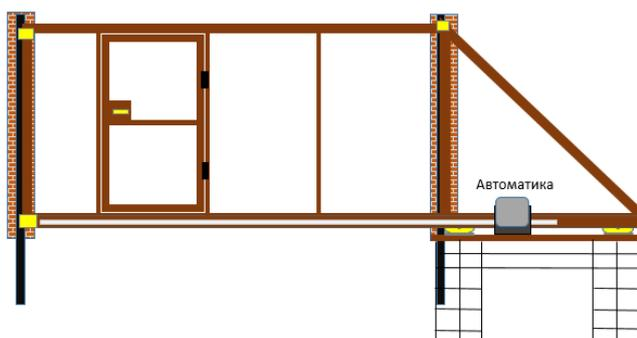

Рисунок 1. Пример реализации откатных ворот
- При создании конструкции ПАК допускается использование деталей, изготовленных только при помощи 3D-печати. Размер створки ворот (рис. 1) должен быть не менее 50 см в ширину и 30 см в высоту. Допускается использование утяжеляющих элементов в основании стойки ворот, вмонтированных в 3D-деталь. Все шестеренки и их направляющие также должны быть реализованы с помощью 3D-печати. Использование верхней перекладины между стойками ворот для крепления створки ворот не допустимо.
- подсистема распознавания меток (PM) и передачи данных о метках на микрокомпьютер;